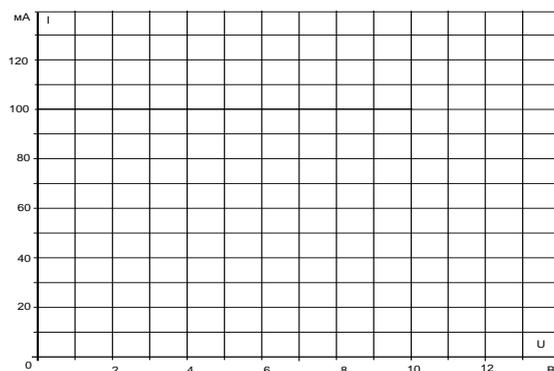

Рисунок 1.4 – Графики и зависимости $U(I)$
- Перенесите данные таблицы 1.2 на график (рис. 1.4) и зависимости $U(I)$ при трёх значениях сопротивления.